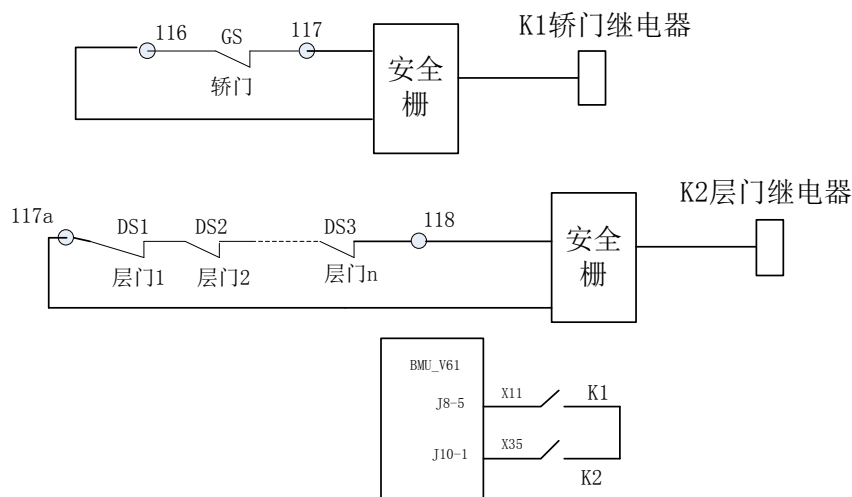

图 F5.1 BL6 一体机单开门电梯的一体机系统层、轿门短接检测方案
- 1、如图 F5.1 所示，当门打开时，将检测 X11，X35 和**关门限位**是否有效释放，如有效释放，证明层门和轿门以及确认门锁关闭的监测信号（关门限位）动作正确，下次正常运行。